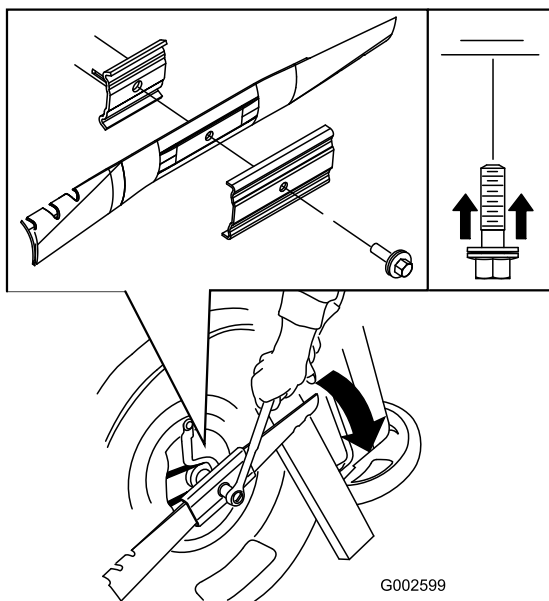

Figura 50
3. Usate un blocco di legno per tenere ferma la lama (Figura 50).
4. Togliete la lama e conservate la bulloneria di montaggio (Figura 50).
5. Montate la nuova lama usando la bulloneria di montaggio (Figura 50).